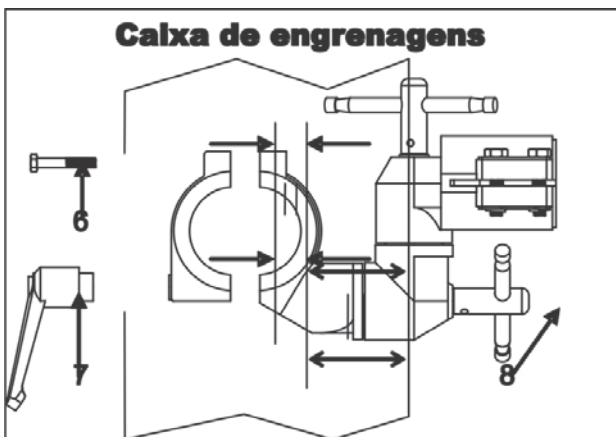

Fig. 6-2
- D) Fixe o conjunto de fixação do motor (Fig. 6-2) no rebaixo do motor. (Veja Fig. 6-2).
- Apertar igualmente o parafuso (6) e a alavanca (7). Assim, uma vez a alavanca solta, o alimentador gira sobre o eixo sem que seja necessário afrouxar qualquer parafuso (6). (Veja fig.6-2).
- Verificar se a abraçadeira da fixação do motor se encontra paralela à caixa de engrenagens. (Veja fig 6-2).